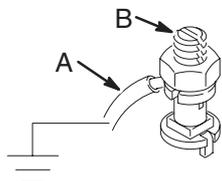

Fig. 1
Pour relier l'agitateur à la terre, raccorder une extrémité du câble de mise à la terre (A) au connecteur de terre (B) de l'agitateur. Voir la Fig. 1. Raccorder l'autre extrémité du câble à une véritable prise de terre.